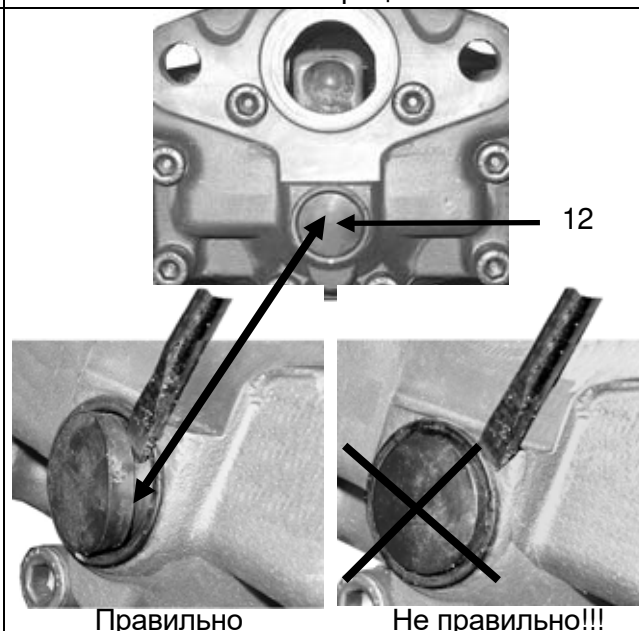

Рис. 2
- Аккуратно демонтируйте заглушку 12 регулятора 22. Внимание: перед удалением заглушки 12 прочтите комментарий к Рис. 2, Раздел 2.2.1! - Увеличьте зазор между тормозными колодками и тормозным диском, повернув накидным ключом гайку регулятора зазора 22 примерно на 1/4 оборота в направлении по часовой стрелке. Внимание: одновременно с увеличением зазора между колодками и диском, прижмите плиту нажимной 19 усилием рук в направлении, указанном стрелкой на Рис. 10, это необходимо для того, чтобы штифт регулировочного винта оставался в пазе плиты нажимной; в противном случае регулировочный винт может провернуться и повредить собственную уплотнительную манжету (пыльник)!	 Рис. 9